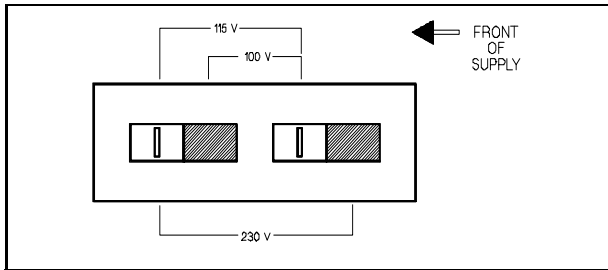

Figura 2. Selettore della tensione di linea (115 V AC)
- Impostare due sezioni del selettore della tensione di linea sulla scheda del PC con la tensione di linea desiderata (vedere Figura 2).